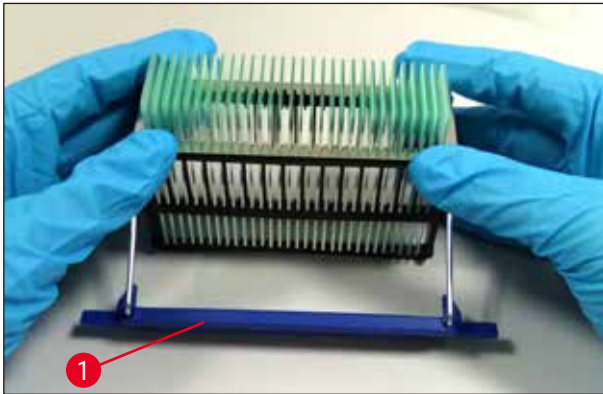

図 35
- クリップを慎重にスライドに置き、クリップの各スロットに1つのスライドだけがはまるように注意します (→ 図35)。
- 両手を同時に使って、クリップを所定の位置にはまるまで慎重に押し下げます (→ 図35)。